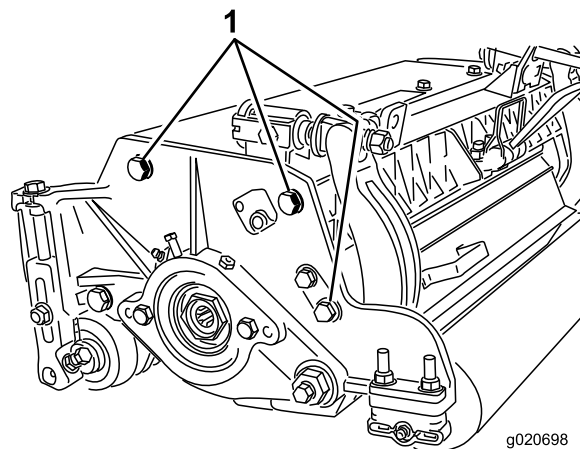

Figure 15
3. Retirez les (2) écrous qui fixent chaque support de rouleau et l'entretoise à chaque bride de fixation de la plaque latérale.
**Remarque:** La position du rouleau arrière par rapport au cylindre est contrôlée par les tolérances d'usinage des composants assemblés et le réglage du parallélisme n'est pas nécessaire. Un réglage limité est possible en plaçant le plateau de coupe sur un plan de travail et en desserrant les vis de fixation de la plaque latérale (Figure 15). Réglez et resserrez les vis. Serrez les vis à un couple de 37 à 45 Nm.